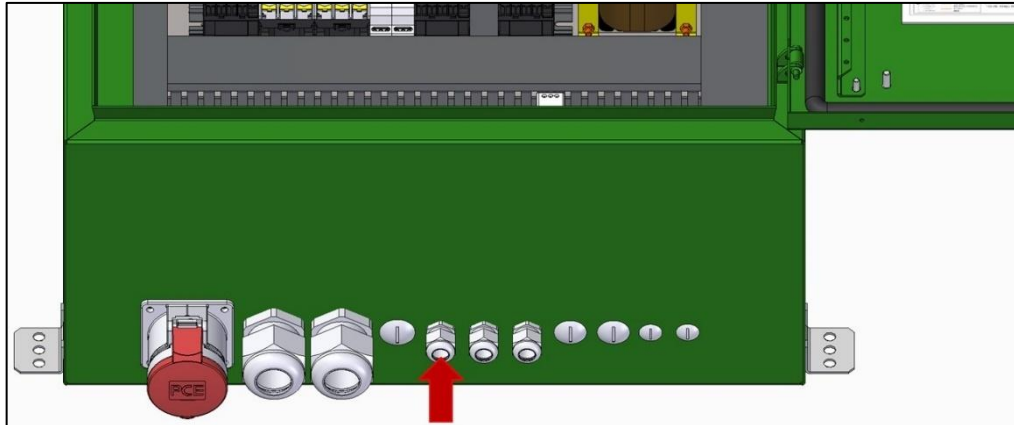

Figura 14 - PG para passagem dos cabos do pressostato.
- A. Passe os cabos do pressostato pelo prensa cabo PG13,5, destacado na Figura 14.